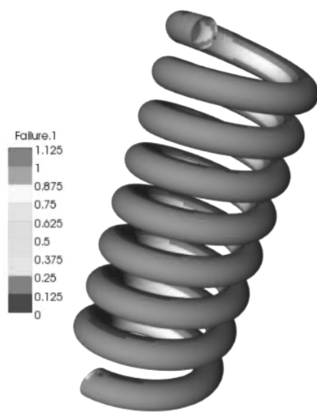

图 7-21 结果失效云图
(5) 在特征树上，右键单击【Failure. 1】→【Show】，显示结果失效云图，如图 7-21 所示。